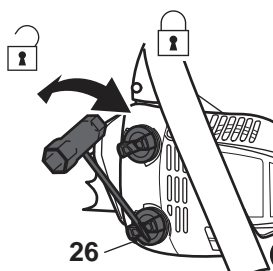

Fig. 13
1. Posez l'appareil sur une surface plane et stable avec le bouchon du réservoir (26) vers le haut. Il est recommandé de placer une feuille isolante en dessous.
2. Dévissez le bouchon du réservoir d'huile (26) (Fig. 13).